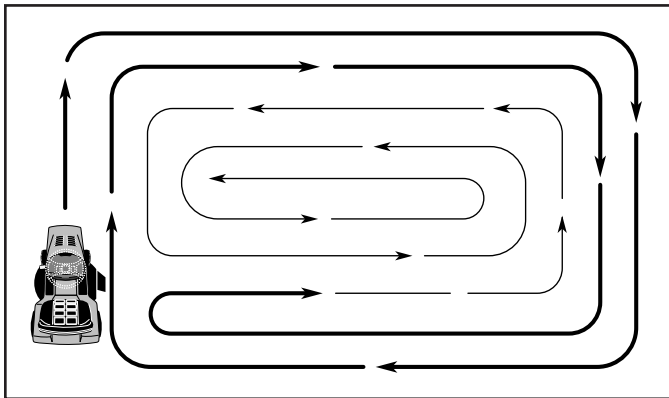

Fig. 8
- Al segar las áreas grandes, empiece girando a la derecha de modo que los recortes se descarguen, alejándose de los arbustos, cercos, entradas de automóviles, etc. Después de una o dos vueltas, siga en la dirección opuesta, haciendo virajes a la izquierda, hasta que termine (Vea Fig 8).